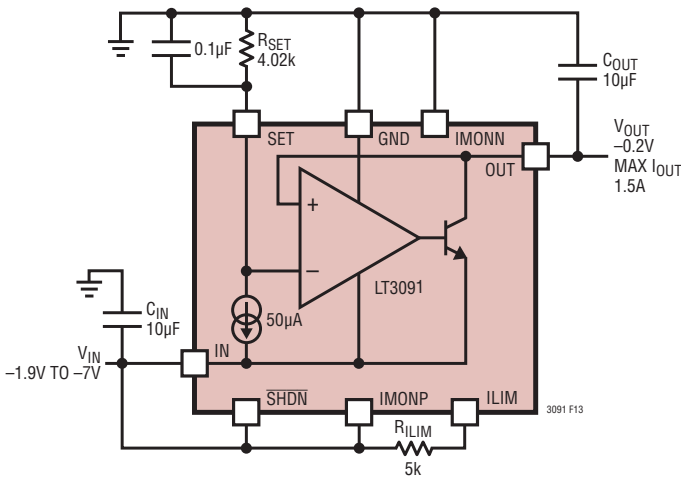

図13. 非常に低い出力電圧の生成
-1Vを下回るような非常に低い出力電圧を必要とするアプリケーションの場合、-1.9Vの最小入力電圧は、デバイスがレギュレーションを停止せずに  $V_{\text{IN}}$  がどこまで低下できるかを制限します。その結果、図13に示すように、最小  $V_{\text{IN}}$  の仕様によって、NPNパス・デバイスの実際のドロップアウト電圧ではなく、非常に高いドロップアウト電圧が設定されます。